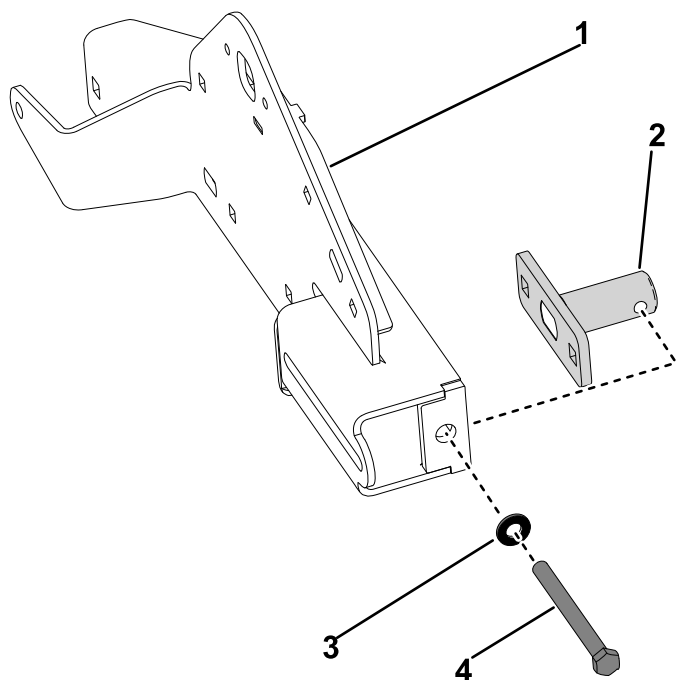

Bild 27
1. Montieren Sie den Spanner an der neuen Raupenstütze und befestigen Sie ihn locker mit der aufbewahrten Unterlegscheibe ($\frac{3}{8}$ ") und der Schraube ($\frac{3}{8}$ " x 4") (Bild 27).